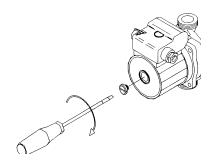

Figura 2-36
N.B. - Quando la caldaia rimane inattiva per un lungo periodo, prima di inserire l'interruttore generale, verificare che non sia bloccato l'albero motore del circolatore. per questa operazione occorre (Figura 2-36):